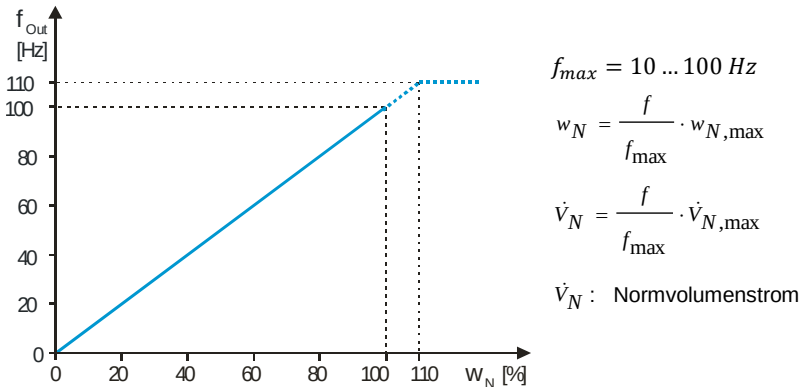

Abbildung 5-3 Beispiel für $f_{\max} = 100 \text{ Hz}$
- In der Standardkonfiguration wird die Strömungsgeschwindigkeit w_N proportional auf einen Frequenzbereich $[0 \dots f_{\max}]$ mit wählbarer Maximalfrequenz $f_{\max}$ abgebildet (siehe Abbildung 5-3).